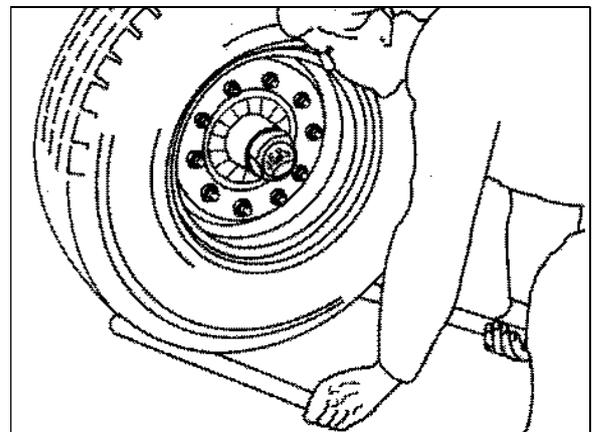

Fig. 102
1. Para comprobar el juego de los cojinetes de los bujes, levantar el eje hasta que los neumáticos queden libres (Fig. 102).